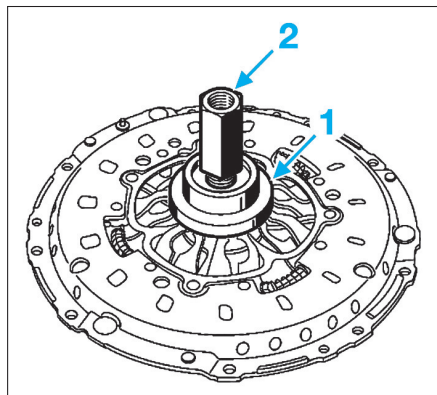

FIG. 4
- Placer le mécanisme sur le socle puis la butée à billes, la bague de bronze (1) et l'écrou (2) (Fig.4).
- Visser l'écrou (2) jusqu'au blocage.